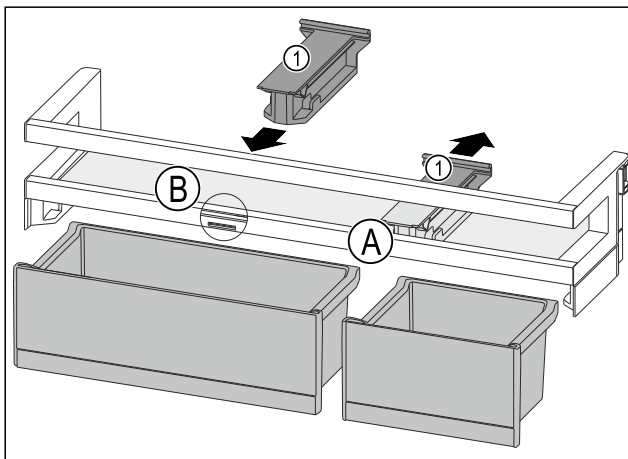

Fig. 82
- ▶ Retirer la pièce de retenue Fig. 82 (1) en position Fig. 82 (A) vers l'arrière.
- ▶ Mettre la pièce de retenue Fig. 82 (1) en position Fig. 82 (B).